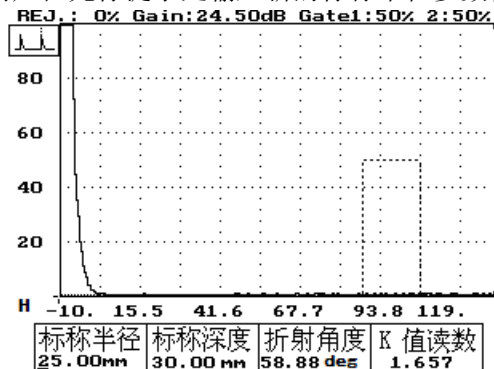

图 11-2
5、按进入键——进入折角校准功能,屏幕显示如图 11-2 所示，同时在标称半径参数下有